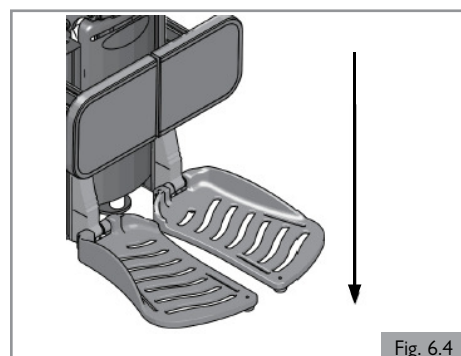

Fig. 6.4
Abaissez la plaque de pied (Fig. 6.4)
4. Poussez le joystick vers l'avant jusqu'à ce que les palettes touchent entièrement le sol. (Fig. 6.4)